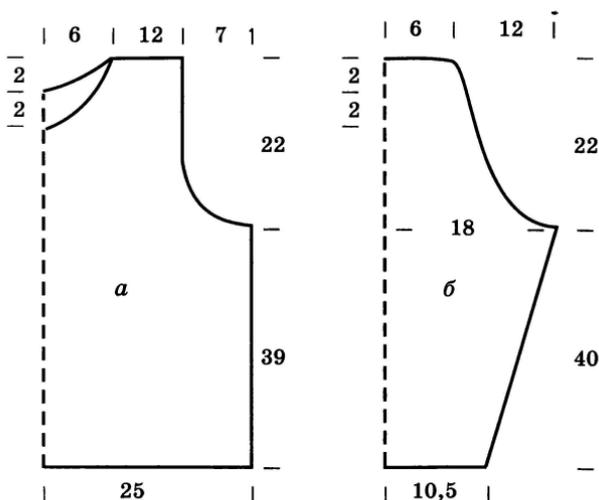

Рис. 83. Выкройки деталей пуловера в полоску:
**Примерный расчет (рис. 83):**